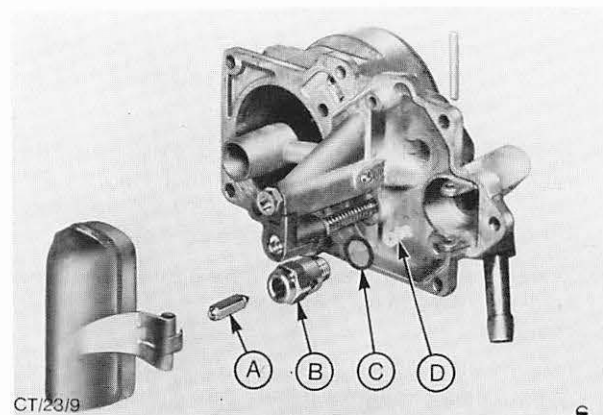

Abb. 52 Gehäuse – Schwimmernadelventil zerlegt
8. Schwimmerachse heraustreiben, Schwimmer und Nadelventil entfernen, Schwimmernadel-Gehäuse abschrauben und Filtersieb entfernen. Abb. 52.